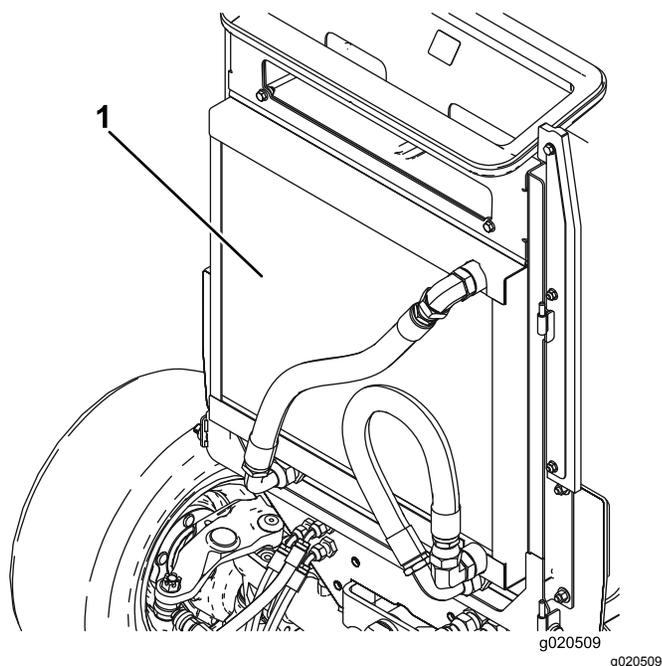

Figura 76
3. Pulite accuratamente entrambi i lati del radiatore dell'olio e del radiatore utilizzando aria compressa (**Figura 76**). Iniziate dal lato anteriore ed eliminate i detriti spingendoli verso la parte posteriore. Successivamente eseguite la pulizia partendo dalla parte posteriore e soffiando l'aria verso la parte anteriore. Ripetete la procedura più volte fino a rimuovere completamente sporcizia e detriti.